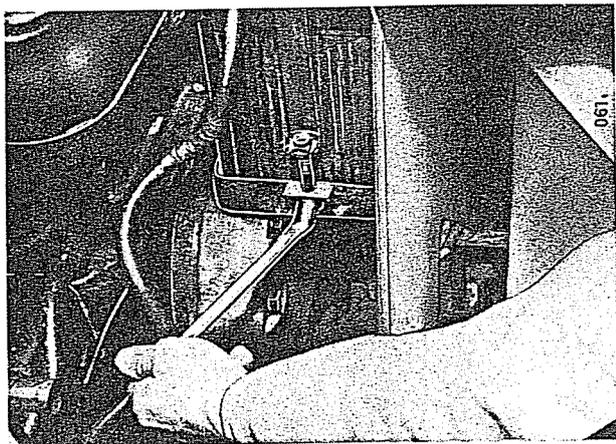
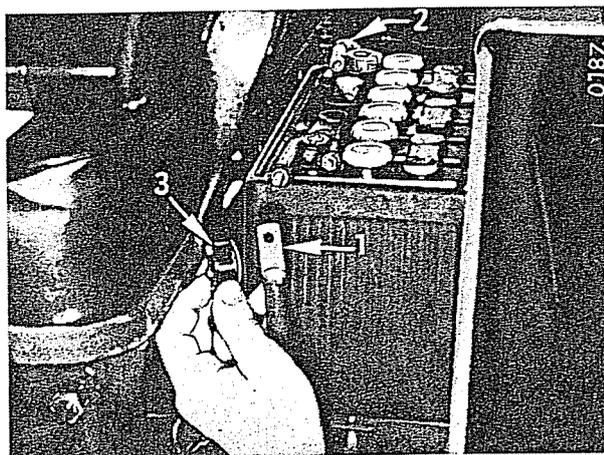

Fig. 77
Fig. 78
Pour déposer la batterie, dévissez les boulons de la sangle (Fig. 77) maintenant le couvercle et débranchez en premier lieu le câble de masse (-) (2, fig. 78) et ensuite dévissez le bouton étoile (3) du câble positif (+). La batterie peut alors être enlevée.